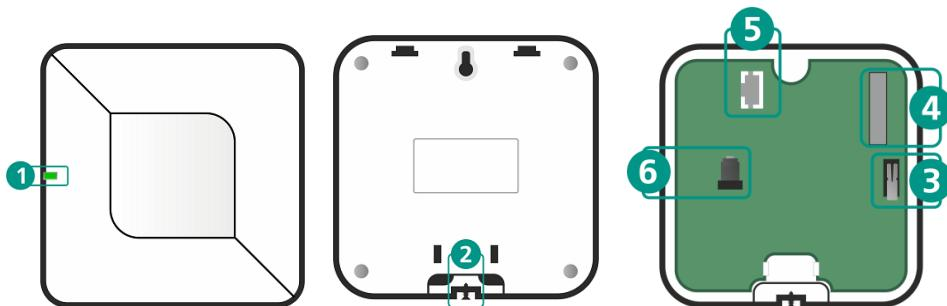
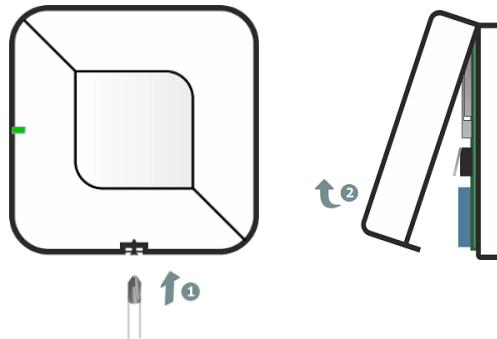

Рисунок 2.1 – Внешний вид ретранслятора
Рисунок 6.2 – Вскрытие корпуса ретранслятора
Ретранслятор оснащен встроенным тампером (3, рисунок 2.1) для контроля вскрытия корпуса.
2. С помощью индикации на ретрансляторе. Для этого вскройте корпус ретранслятора, если он был закрыт (см. рисунок 6.2), и дважды нажмите на кнопку тампера (3, рисунок 2.1). Посмотрите на индикатор ретранслятора. Соответствие уровня связи и индикации представлено в таблице 8.1.
1. Вскройте корпус ретранслятора, если он был закрыт (см. рисунок 6.2).
- 2) С помощью кнопки тампера (3, рисунок 2.1). Для этого вскройте корпус ретранслятора (см. рисунок 6.2) и полностью обесточьте ретранслятор на 30 секунд (отключите АКБ и блок питания). Зажмите кнопку тампера и подключите питание обратно, соблюдая указанную полярность. Удерживайте кнопку тампера, пока ретранслятор запускается (индикатор ретранслятора быстро мигает красным и зеленым цветами по очереди). Отпустите кнопку тампера и последовательно нажмите на нее не менее 5 раз с интервалом 0,5 – 1 сек. между нажатиями. Ретранслятор удален, если его индикатор начал мигать голубым раз в секунду (индикация режима связывания).